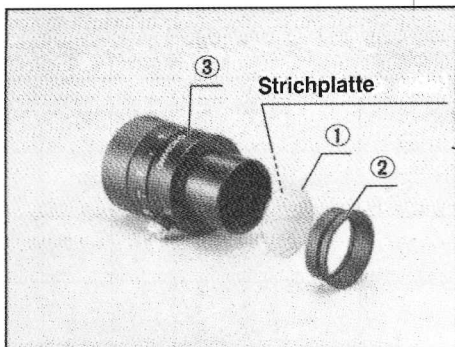

Abb. 13
- 1) Die saubere Strichplatte (1) mit den eingravierten Strichkreuz nach oben in den Ring (2) einsetzen. (Abb. 13)
- 2) Strichplatte (1) und Ring (2) zusammen in das untere Ende des Okulars (3) einschrauben.
- 3) Beim Ausbau der Strichplatte müssen die beschriebenen Arbeitsschritte in umgekehrter Reihenfolge vorgenommen werden. Die Strichplatte zur Lagerung in Linsenputzpapier einwickeln. (Abb. 13)